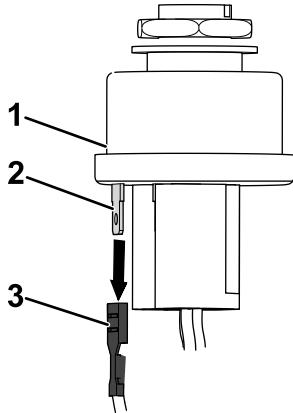

Figura 16
1. Desconecte el terminal plano del arnés de cables de la máquina del terminal C del interruptor de encendido (Figura 16).